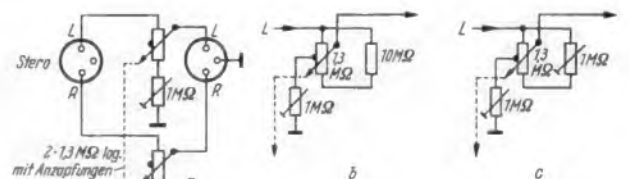

Bild 5. Schaltung zum Einblenden einer Mono-Information in eine Stereo-Anlage
z. B. dem rechten. Bild 5 zeigt eine diesbezügliche Schaltung mit Variationen. In Bild 5a sehen wir im rechten Kanal ein Umblendpotentiometer, mit dem die Ansage eingeleitet wird, und im linken Kanal einen Teil des Tandem-Potentiometers, der als Lautstärkereglere geschaltet ist. Steht der Schleifer beider Potentiometerteile oben, so wird das Stereo-Programm wiedergegeben; dreht man nach unten, so wird im rechten Kanal die Ansage wiedergegeben, während im linken Kanal die Lautstärke bis auf einen durch das Trimpotentiometer vorgeschriebenen Wert sinkt. In Bild 5b und c werden andere Schaltungsvarianten des Lautstärkereglers gezeigt. So ist in Bild 5b das Trimpotentiometer an die Mittelanzapfung gelegt, so daß die Lautstärke etwa gleichbleibt, sobald die Mitte überschritten ist. In Bild 5c steigt die Lautstärke nach der Überschreitung der Mitte wieder an. Da alle diese Schaltungen die beiden Stereo-Kanäle unterschiedlich belasten, sollte man in der vorhergehenden Stufe eine Balance-Einstellung vorsehen, um Unsymmetrien zu vermeiden.